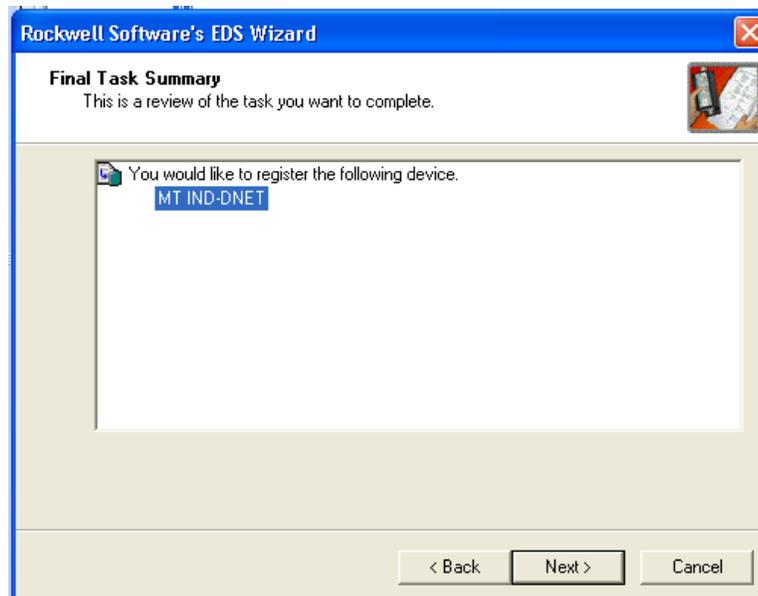

Figure 3-10 : Écran Aperçu général de l'objectif final
10. L'écran Aperçu général de l'objectif final (Figure 3-10) apparaîtra. Cliquez sur **Suivant**.